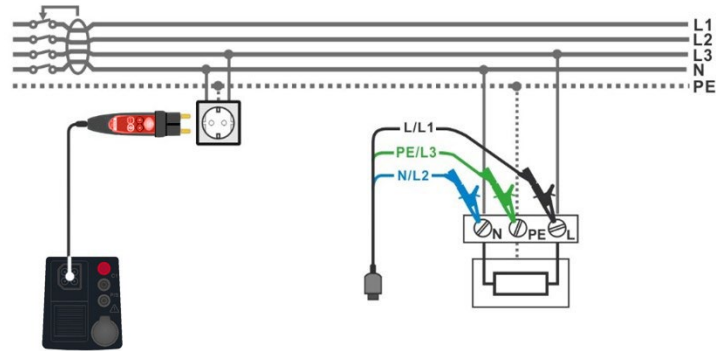

Abbildung 7.44: Z Auto Messung
- › Schließen Sie die 3-Leiter-Prüfleitung oder den Commander-Prüfstecker am Prüfbjekt an, siehe **Abbildung 7.44**.